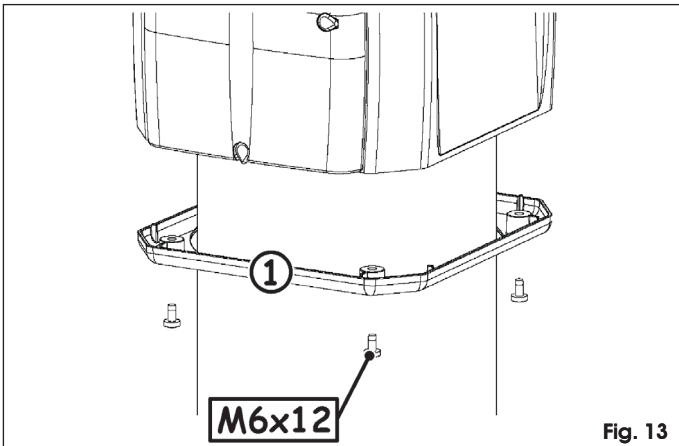

Fig. 13
11. Positionner le carter inférieur Fig. 13 réf. ①, et le fixer en utilisant les quatre vis fournies.